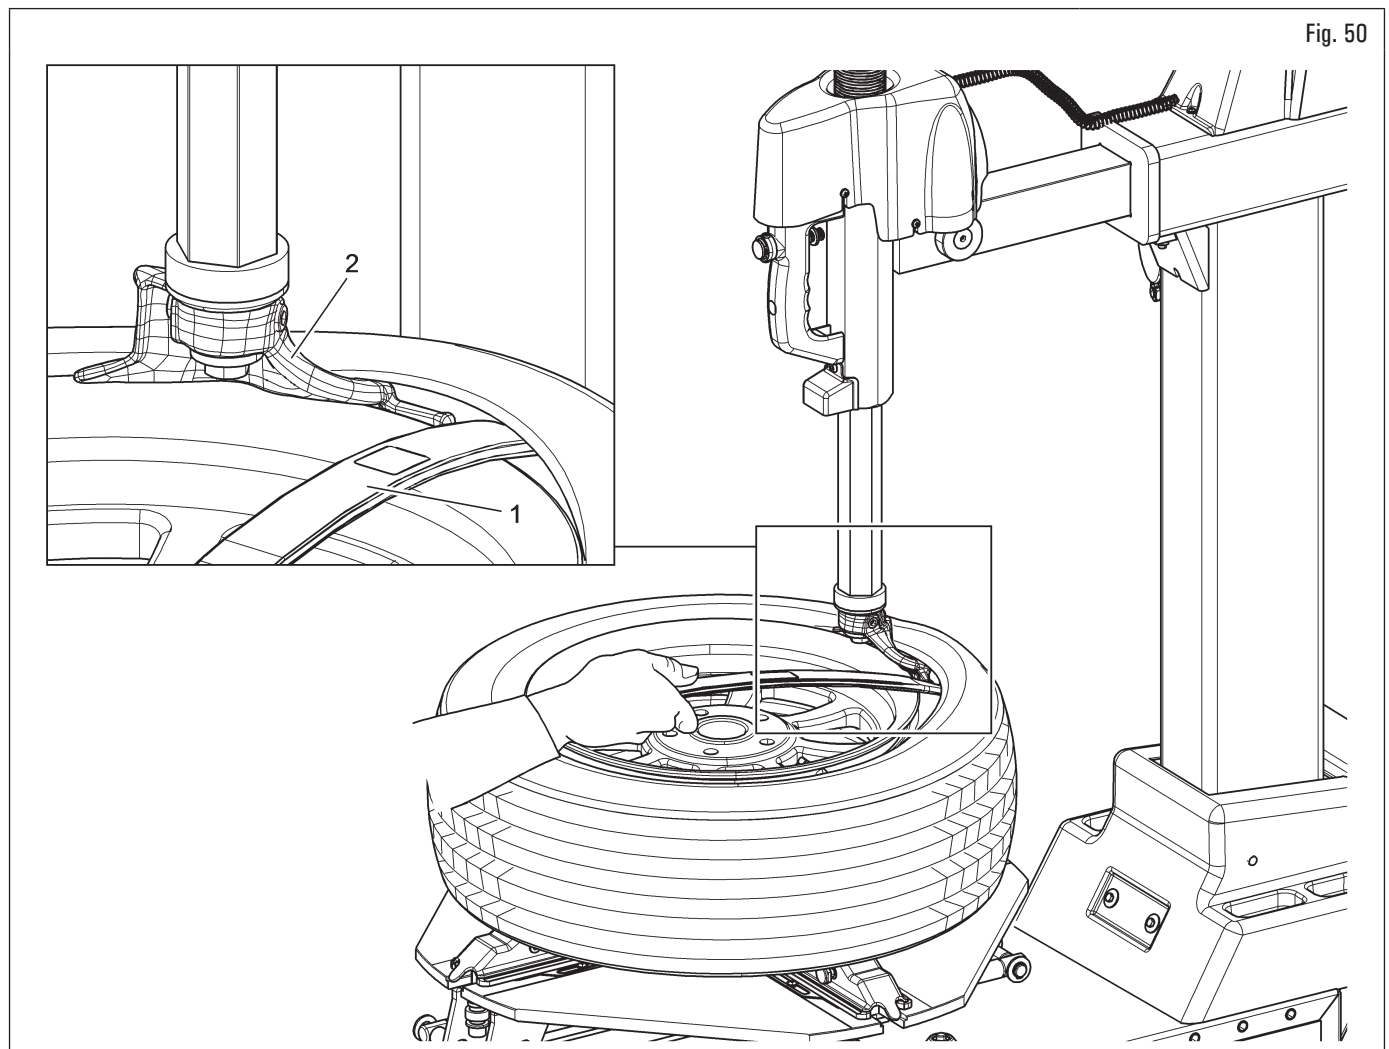

Fig. 50
Dopo avere bloccato la ruota, si procede allo smontaggio del pneumatico attenendosi alle seguenti istruzioni con riferimento alla Fig. 50:
4. con l'aiuto della leva (Fig. 50 rif. 1)) fare forza sul tallone del pneumatico posizionandolo sull'unghia della testa utensile (Fig. 50 rif. 2);
Se il tallone del pneumatico, in pneumatici particolarmente "duri", tende a scendere dalla testa utensile, prima di ruotare il mandrino in senso orario, farlo ruotare per alcuni centimetri in senso antiorario, mantenendo la leva (Fig. 50 rif. 1) in posizione.